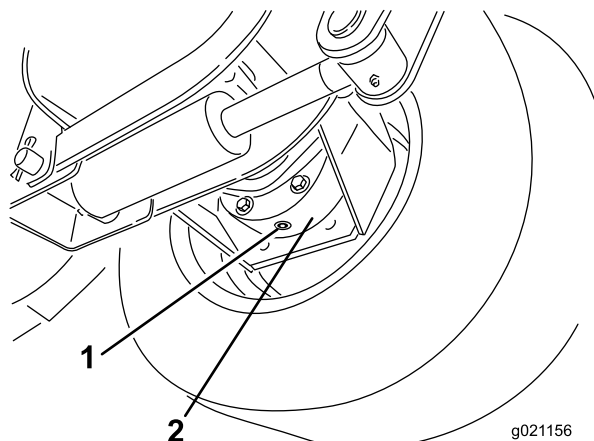

**Figure 74**
1. Placez la machine sur une surface plane et horizontale et tournez une roue de sorte que les bouchons de contrôle/vidange se trouvent à la position la plus basse (6 heures) (Figure 74).